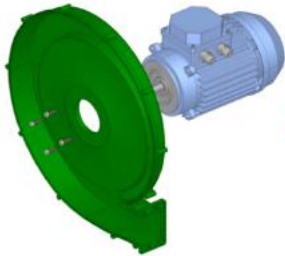

FIGURA 3
1. Fissare il motore elettrico al carter porta motore, serrare con n°4 viti TC bassa M6x20 UNI 9327 (bulloneria fornita) con coppia max di 8Nm (FIGURA 3);